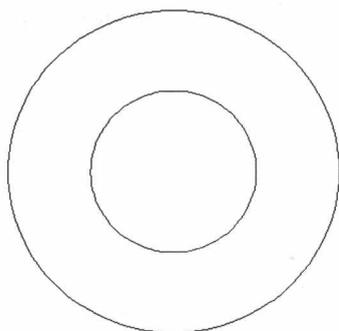

图1-4 绘制同心圆
**步骤 04** 用同样的方法，绘制一个半径为15的同圆心，如图1-4所示。